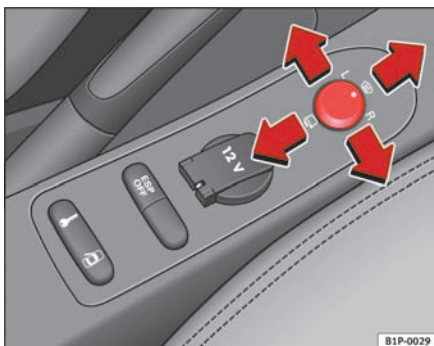

Fig. 88 Knap til indstilling af sidespejle
1. Drej knappen ⇒ fig. 88 til position **L (venstre sidespejl)**.
- Drej knappen fremad i midterste position ⇒ fig. 88 ①, så elopvarmningen af sidespejlene og forruden* i området ved viskerbladernes hvilestilling bliver tilsluttet ⇒ side 115.
- Drej knappen ⇒ fig. 88 til position  for at klappe sidespejlene ind. For at undgå skader skal du altid klappe sidespejlene ind, når din bil kører gennem et automatisk vaskeanlæg.